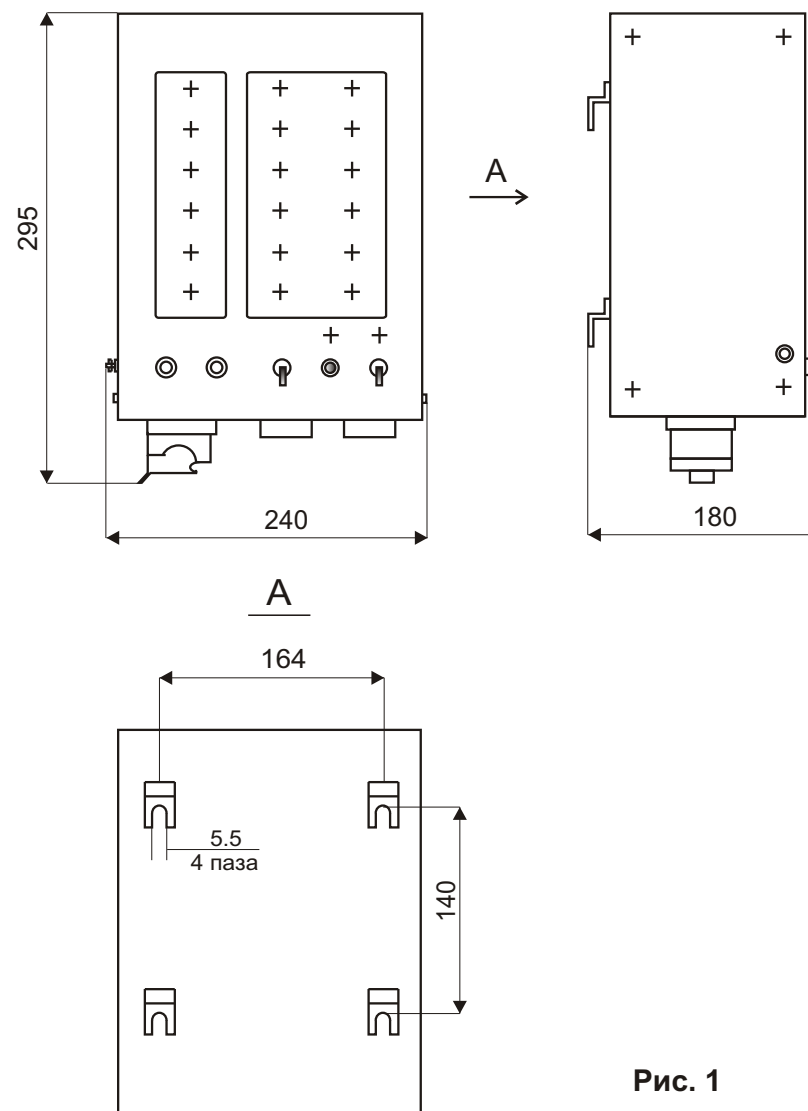

Рис. 1
5.1. Блок должен крепиться на вертикальной плоскости: отдельно стоящей стойке или стене с помощью четырех болтов М5 в соответствии с рис. 1.